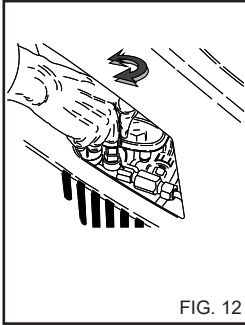

FIG. 12
Tässä kappaleessa käsitellään vain niitä malleja, jotka on varustettu "paineensäädin" laitteella. Paineensäätimellä, fig. 12, käyttäjä voi säätää työpainetta. Kun nappi C on käännetty vastapäivään (B) (minimi), toimituspaine vähenee.